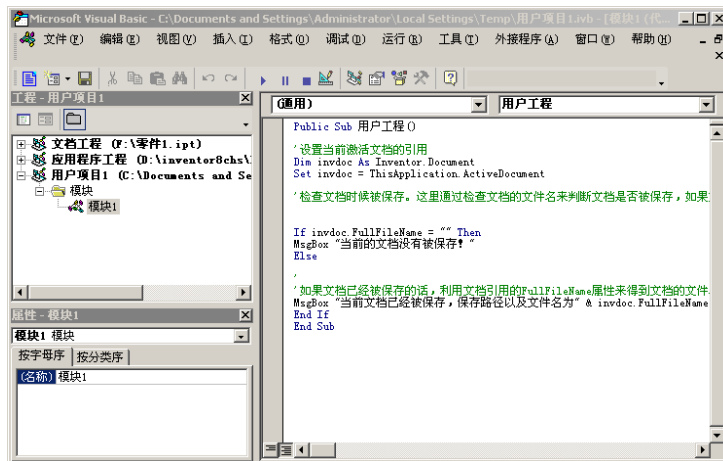

图 15-10 用户项目下的一个默认模块
(1) 进入到 VB 编辑器中，选择菜单【文件】下的【新建项目】选项，新建了一个用户项目，被自定义为【用户项目 1】。
(2) 默认状态下，该用户项目具有一个模块，如图 15-10 所示，也可以通过右键菜单中的相关选项为其添加用户窗体、模块和类模块。
(3) 双击图 15-10 所示的模块 1 图标，则进入到代码状态，可以在右侧的代码窗口中添加程序代码。